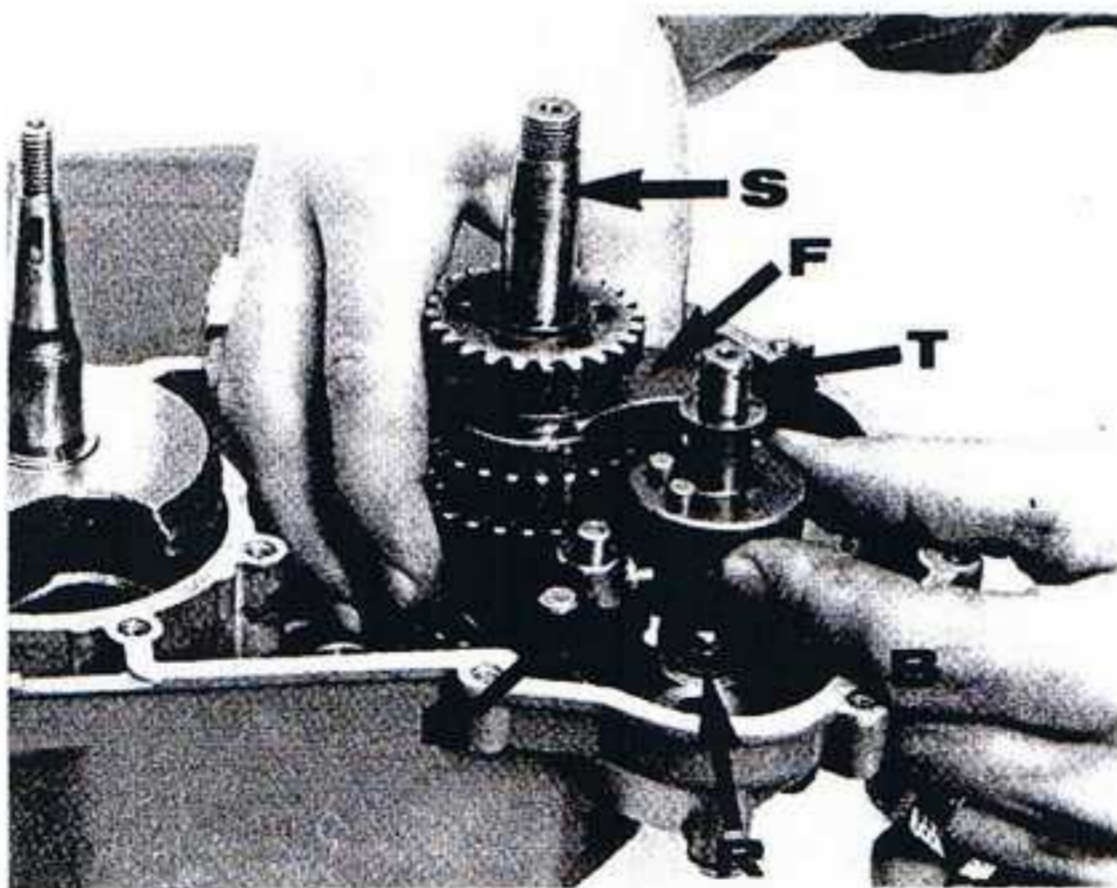

fig. 26
- Sortir ensemble l'arbre secondaire (S) avec ses fourchettes (F) et le tambour à came (T) (fig.26).
Récupérer la bille de verrouillage (B) du tambour de came et le ressort (R) (fig.26)